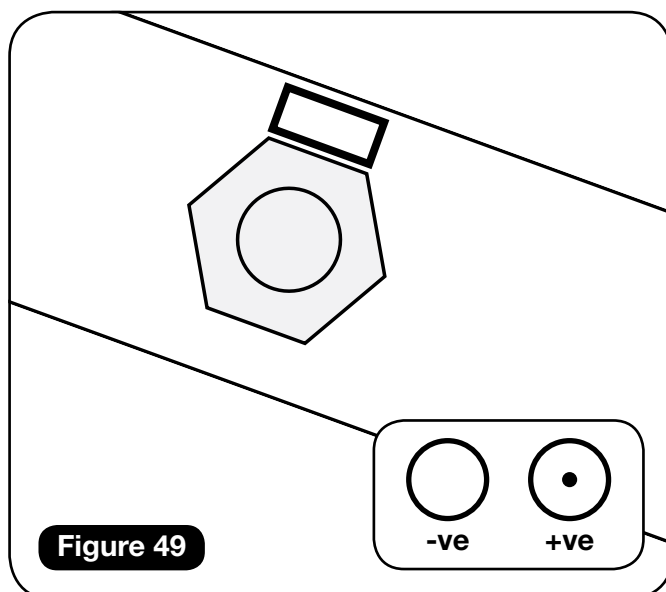

Figure 49
**Remarque :** La polarité des aimants est illustrée à la **Figure 49**. Elle doit être opposée à l'entrée et à la sortie du virage.
**Remarque :** Veillez à ce que le boulon soit parallèle au rail (**Figure 49**).